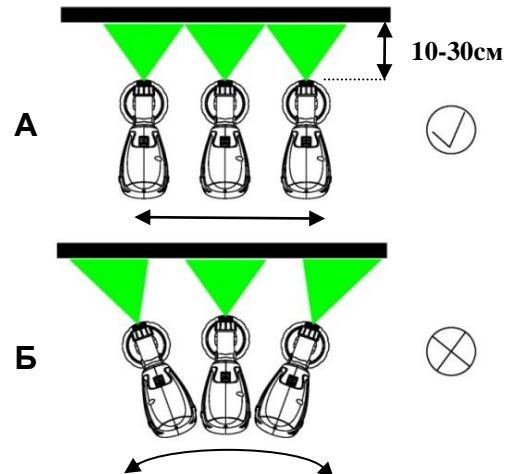

Рис. 14
- Равномерное ведение краскораспылителя обеспечивает одинаковое качество поверхности (См. Рис. 14 А).
- Неравномерное расстояние и угол распыления ведут к сильному образованию тумана и в результате к неравномерной покраске поверхности (См. Рис. 14 Б).